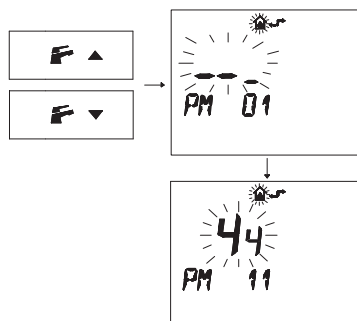

Figura 5.44
- Premere i pulsanti **F**▲ o **F**▼ per visualizzare la programmazione "PM11" della postcircolazione pompa (Figura 5.44).